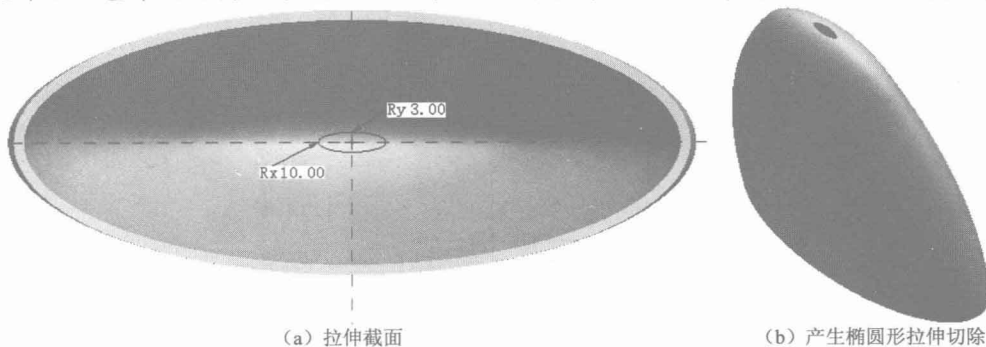

图1-38
8. 选择 TOP 基准面绘制如图 1-38 (b) 所示椭圆形拉伸切除, 拉伸截面如图 1-38 (a) 所示。